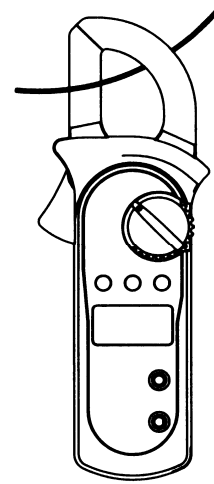

Рис. 9
**G. Измерение переменного тока (рис.9)**